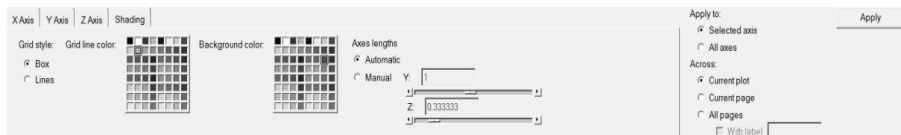

图 13-120 Axes 面板
(1) 单击 Axes () 按钮激活面板，打开如图 13-120 所示的面板。